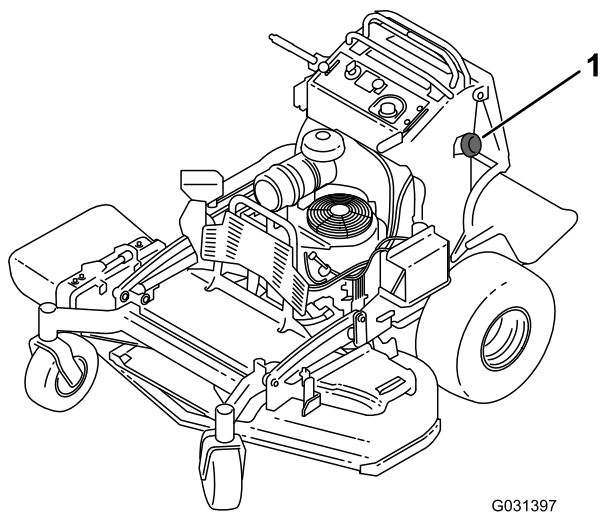

Figura 50
3. Limpe a zona em redor da tampa do depósito de combustível para impedir a entrada de detritos no depósito de combustível (Figura 50).